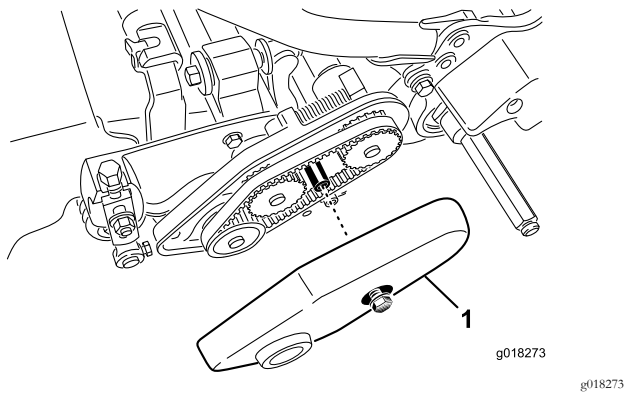

Figura 47
2. Afloje el perno que sujeta la cubierta de la correa y retire la cubierta de la correa para tener acceso a la correa (Figura 47).